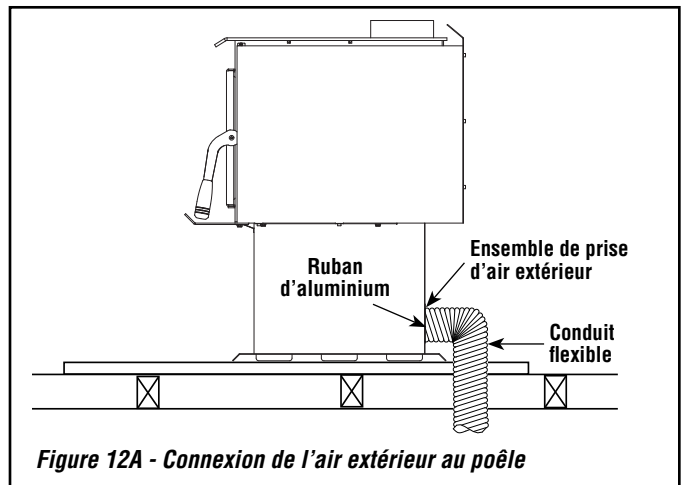

Figure 12A - Connexion de l'air extérieur au poêle
- Fixer la gaine sur la prise du poêle (*voir figures 12A et 12B*). En vous servant du ruban d'aluminium (inclus), enrroulez le ruban autour du joint entre le conduit flexible et les entrées d'air.